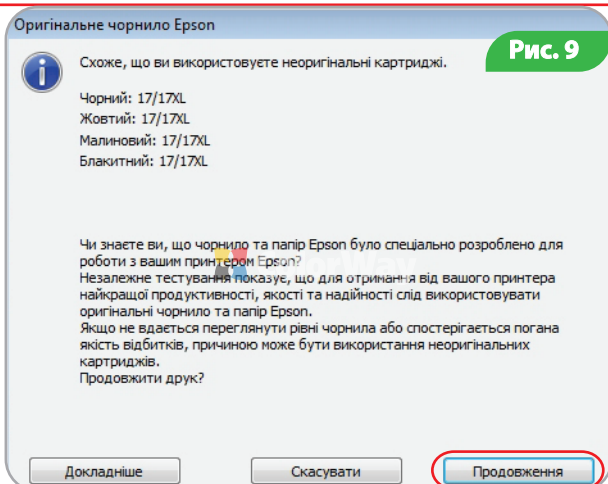

Рис. 9
6.1. При первом запуске, либо после обнуления картриджа, драйвер принтера (МФУ) будет выдавать сообщение о том, что используются не оригинальные картриджи. Для продолжения печати Вам необходимо в диалоговом окне драйвера принтера нажать на кнопку «Продолжить печать». (Рис. 9).